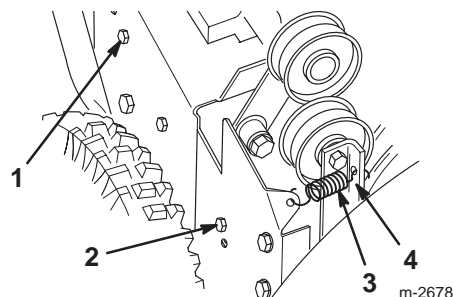

Figure 28
2. Boulon (3)
4. Desserrez le bras de frein de tarière. Pour ce faire, desserrez la dernière vis arrière et retirez la vis avant (Fig. 28).
5. Déposez le ressort de poulie folle (Fig. 28). Laissez le bras de frein pendre librement, mais hors du chemin.
4. Desserrez le bras de frein de tarière. Pour ce faire, desserrez la vis dernière arrière et retirez la vis avant qui fixent l'ensemble de bras frein au châssis (Fig. 28).